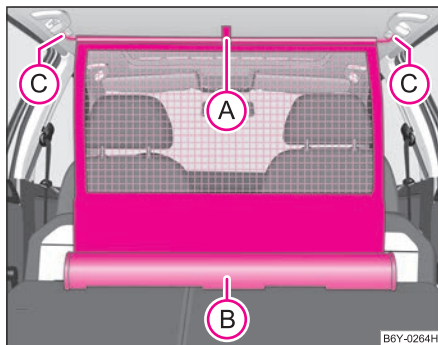

Fig. 63 Dérouler le filet de séparation
- Sortez le filet de séparation du boîtier (B) en le tirant au niveau de la bride (A) ⇒ fig. 63.
- Mettez la tige transversale dans l'appui (C) d'abord sur un côté et poussez-la vers l'avant.
- De la même manière, fixez la tige transversale de l'autre côté du véhicule, appui (C).